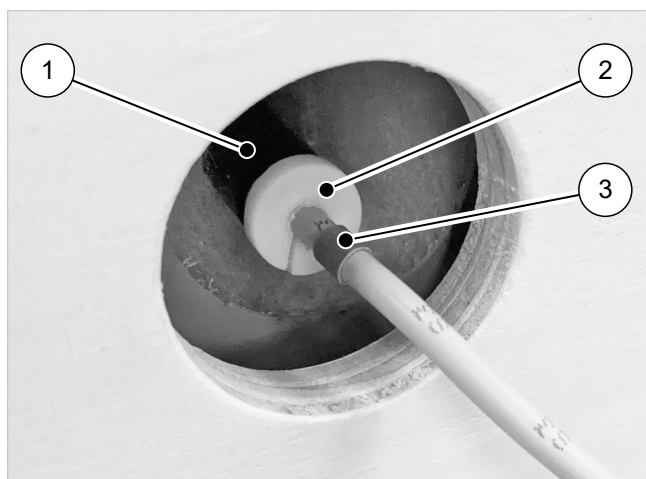

Abb. 17: Sensormontage S1, S3 und S4
Die Sensoren S1, S3 und S4 gemäß → Abb. 17 in das jeweilige Führungsrohr Sensor (1) einstecken, die bereits am Speicher vormontiert sind. Dazu den jeweiligen Sensor soweit in das Führungsrohr einschieben, dass der Einsteck-Markierungsring (3) so dicht wie möglich an der Öffnung des Führungsrohrs sitzt. Abschließend den Sicherungsstopfen (2) bis zum Anschlag in das Führungsrohr einschieben.